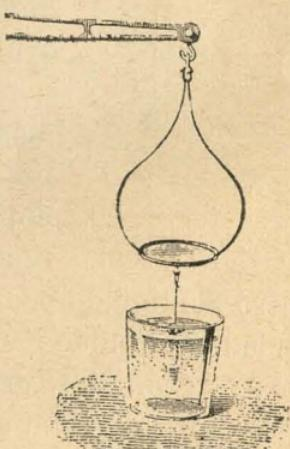

Fig. 35.—Densidad de los líquidos.
*Método de la balanza hidrostática.* — Se cuelga del platillo de la balanza hidrostática un cuerpo insoluble en el agua y en el líquido (fig. 35), y luego se averigua la tara.